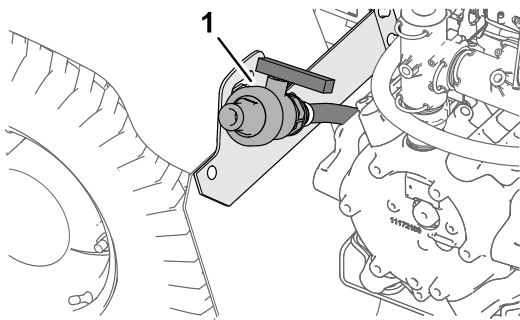

Figura 52
2. Localice la válvula de vaciado del depósito, situada en el guardabarros trasero izquierdo de la máquina (Figura 52).